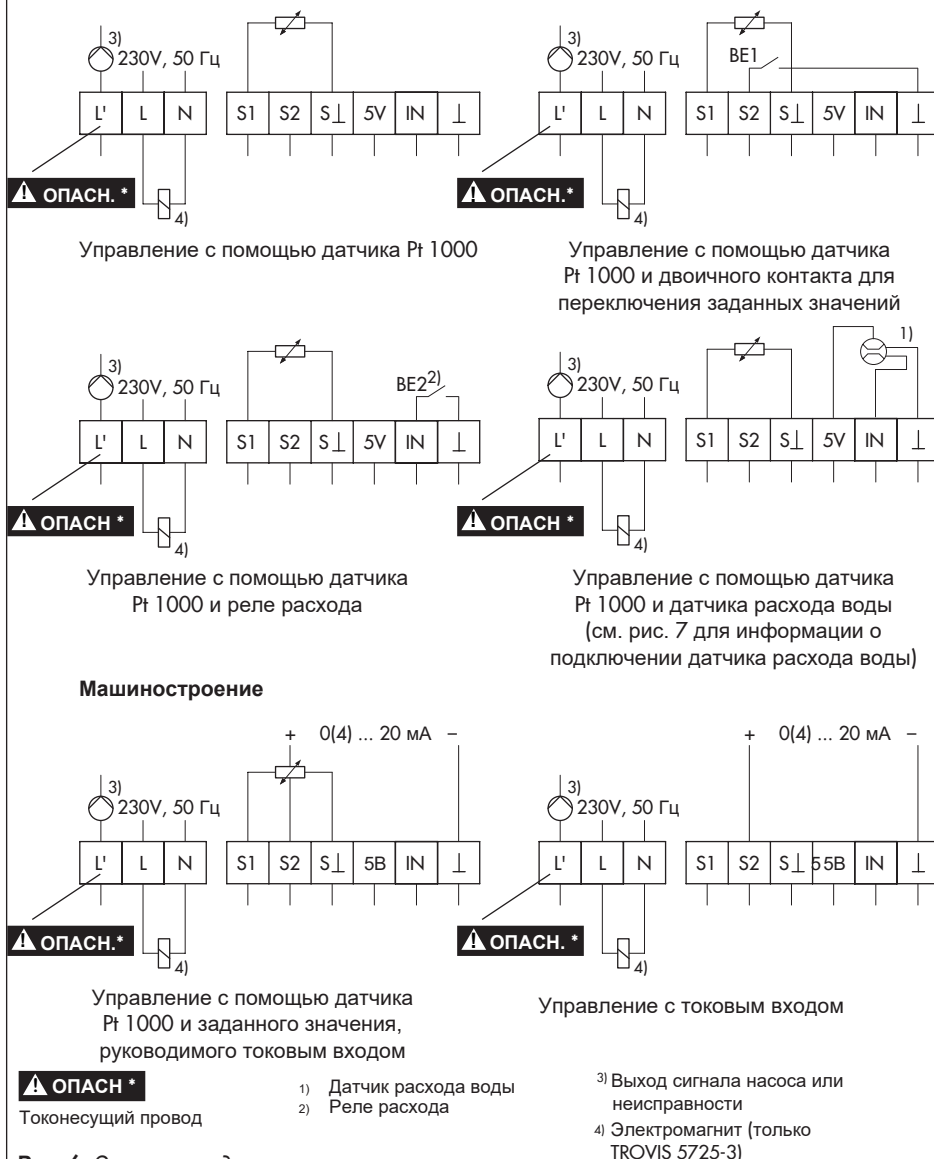

Рис. 6: Электросоединения
- ➔ Выполните электрическое подключение в зависимости от применения согласно одной из следующих электрических схем (рис. 6 и 7).